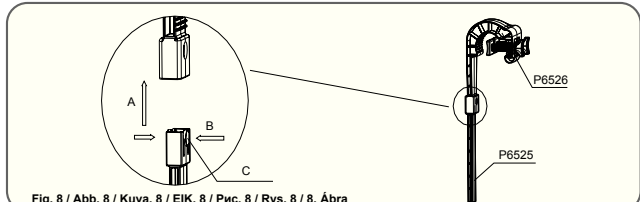

Fig. 8 / Abb. 8 / Kuva. 8 / EIK. 8 / Pnc. 8 / Rys. 8 / 8. Ábra
2. Assemble the frame hook: put the adjustable pole (P6525) through the adjustable fastener on the frame hook (P6526). (See Fig. 8)
2. Monte o gancho da estrutura: coloque a haste ajustável (P6525) pelo fechoajustável no gancho da estrutura (P6526). (Veja Fig. 8)
2. Monte el gancho del marco: Ponga el palo ajustable (P6525) a través de la sujeción ajustable en el gancho del marco (P6526). (Vea Fig. 8)
2. Zusammenbau des Rahmenhakens: Stecken Sie die verstellbare Stange (P6525) durch den verstellbaren Verschluss am Rahmenhaken (P6526). (Siehe Abb. 8)
2. Assembleer de framehaak: steek de verstelbare stang (P6525) door de regelbare bevestiging van de framehaak (P6526). (Zie Fig. 8)
2. Montare il gancio: far passare l'asta regolabile (P6525) attraverso il fermo sul gancio (P6526) (Vedere Fig. 8).
2. Montez le crochet: Mettez le manche réglable (P6525) à l'aide de l'attache réglable sur le crochet (P6526). (Voir Fig. 8)
2. Собирайте каркасный крючок: вставьте регулируемый шест (P6525) в регулируемое крепление крючка (P6526). (См. Рис. 8)
2. Zamontuj hak konstrukcyjny: przełóż regulowany szpilek (P6525) przez regulowany element zaczepny znajdujący się na haku konstrukcyjnym (P6526). (Patrz Rys. 8)
2. Montera kantroken för det justerbara skafvet (P6525) genom det justerbara fästet på kantroken (P6526). (Se Fig. 8)